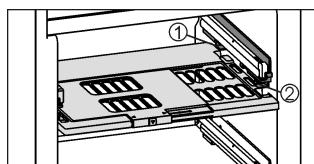

Fig. 18
- Установка пластины регулировки влажности: попреречные ребра крышки на пластине вставить через низ в задний держатель Fig. 18 (1) и защелкнуть спереди на держателе Fig. 18 (2).